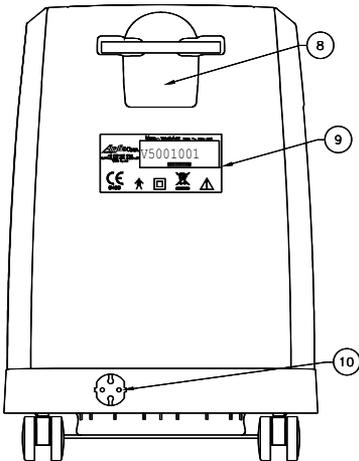

Fig. I.2
I. 2. Pannello posteriore (Fig. I. 2).....	2-IT
I. 2. Pannello posteriore (Fig. I. 2)